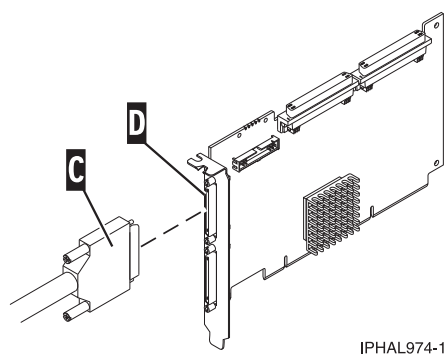

図 24. SCSI ケーブルから SCSI インターフェース・カードへ
SCSI ケーブル (C) のもう一方の端をサーバーの SCSI アダプター (D) に接続します。 詳細については、図 24 を参照してください。